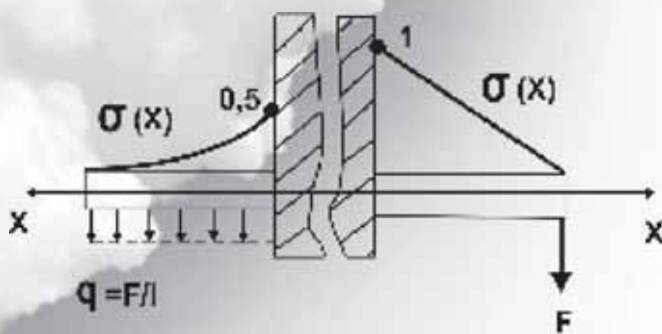

Рис. 8.
Применим эту формулу к консольной балке длиной l . Одним концом такая балка заделана в стенку. К другому концу приложим сосредоточенную силу F . Из формулы (2) видим, что наибольшего значения напряжение σ достигает в месте заделки, так как соответствующее ему плечо силы максимально и равно длине балки. Если нас интересует величина напряжений в других частях балки, то в (2) нужно подставить соответствующую длину плеча силы F . Очевидно, что напряжения изменяются по длине балки линейно. График их изменения является прямой линией (рис. 8).
Сравним зависимости распределения напряжений по длине балки этих случаев. Поставим условие $F = q$. На рис. 8 этот график представлен вогнутой кривой линией. Видим, что сосредоточенная нагрузка напрягает балку гораздо сильнее распределенной. Так выглядит «несущественное» различие главных особенностей напряженного состояния балки, нагруженной сосредоточенной или распределенной нагрузкой.